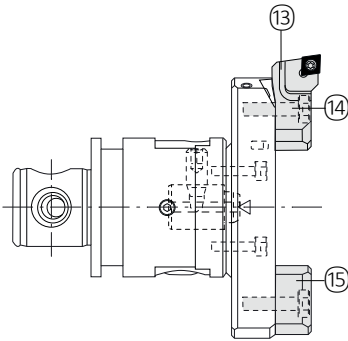

Bild 5
**Plattenhalter zum Ausdrehen und Gegengewicht (Bild 5)**